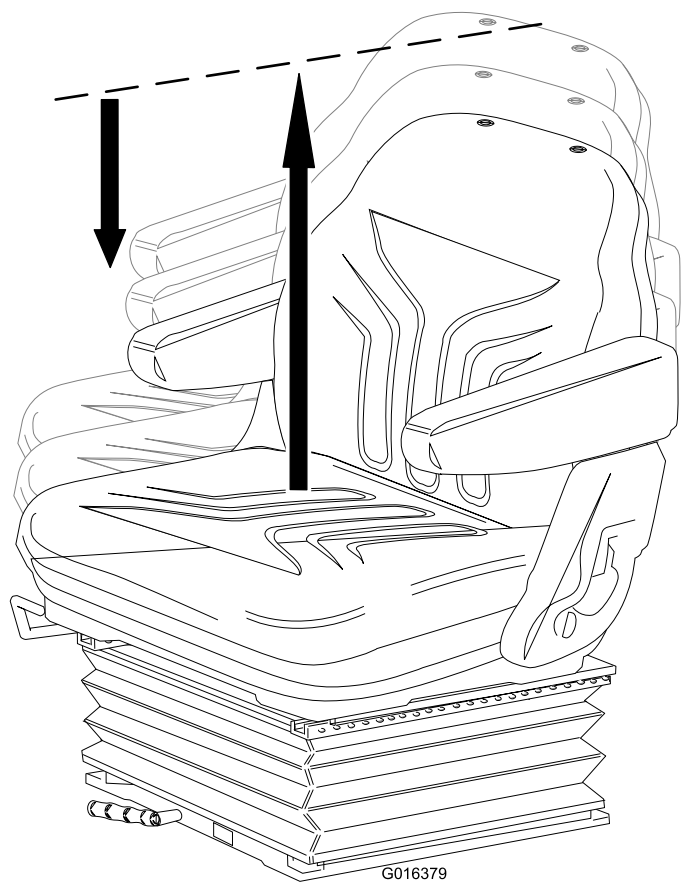

Figura 24
- Levante manualmente o banco para efetuar o ajuste incremental da altura (Figura 24).